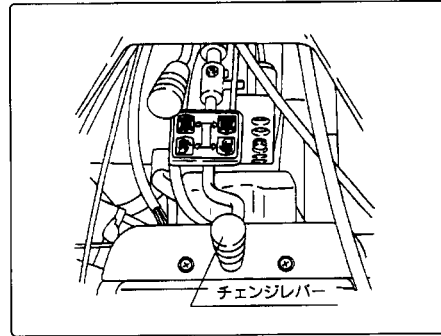

図20
① 低速の【前進後進】（低速）のチェンジの切替操作は主クラッチを切らなくても切替操作ができます。（図20）